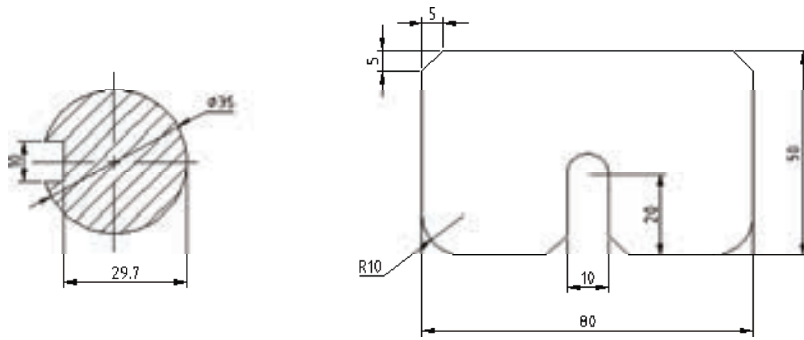

图 3-66 绘制图形练习 1
- 11) 上机练习：根据图 3-66 所示的尺寸分别绘制两个图形。